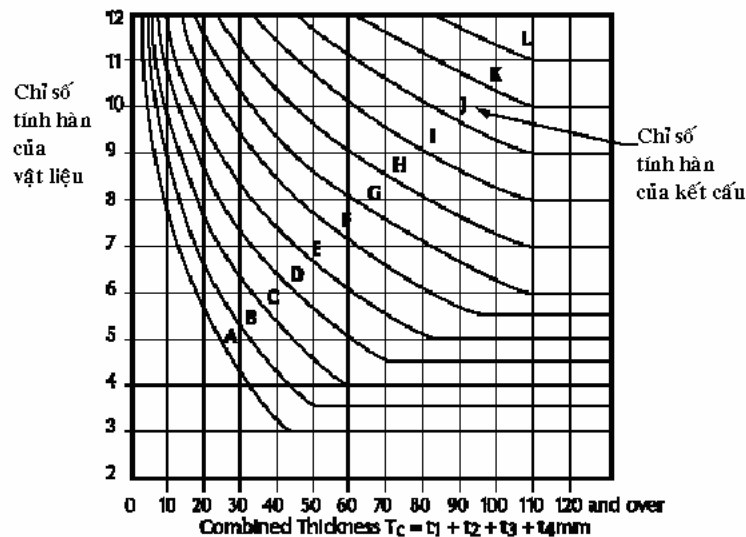

Figure 1 Xác định chỉ số tính hàn của kết cấu dựa trên bề dày tương đương CJT
3. Dùng hình Figure 1, để xác định tác động của kết cấu đến chỉ số tính hàn